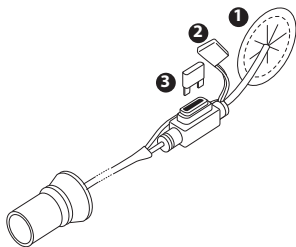

Rysunek 1: Ładowanie akumulatora
1. Podłączyć końcówkę adaptera samochodowego ładowarki do gniazda zestawu akumulatora, które znajduje się w przedniej kieszeni futerału. Patrz Rysunek 1.